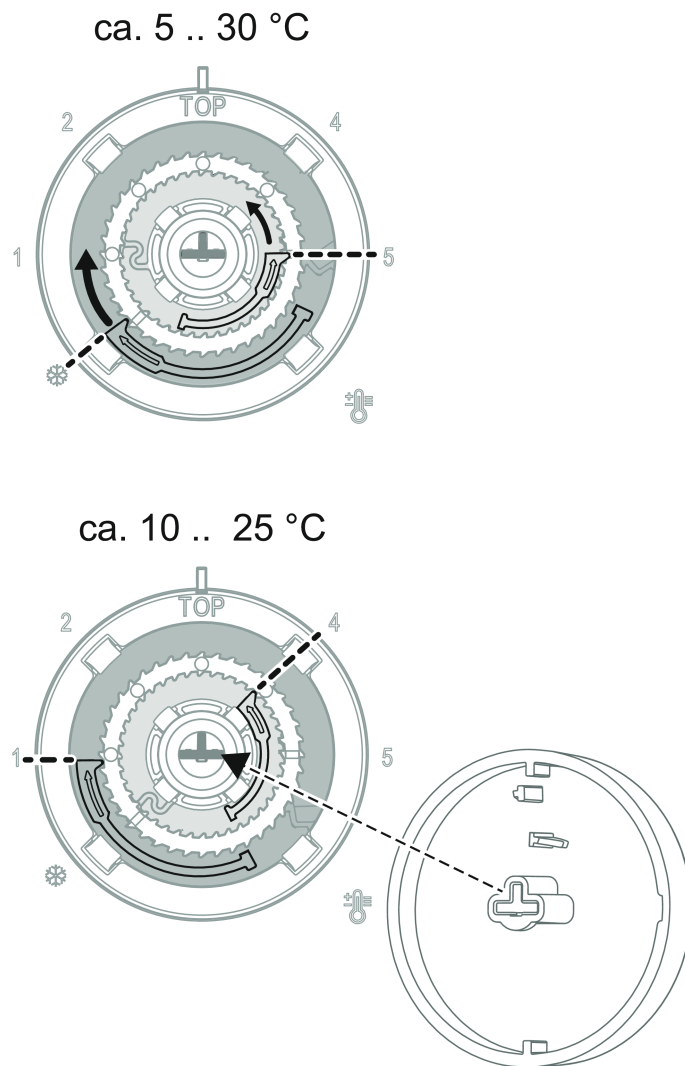

Bild 4: Einstellung der Temperaturbegrenzung (vorher/nachher)
- Bedienknopf von der Zentralplatte abziehen, so dass die Einstellringe sichtbar sind (siehe Bild 4).
- Bedienknopf wieder aufstecken, dabei Kodierung (Bild 4) der Drehachse beachten.